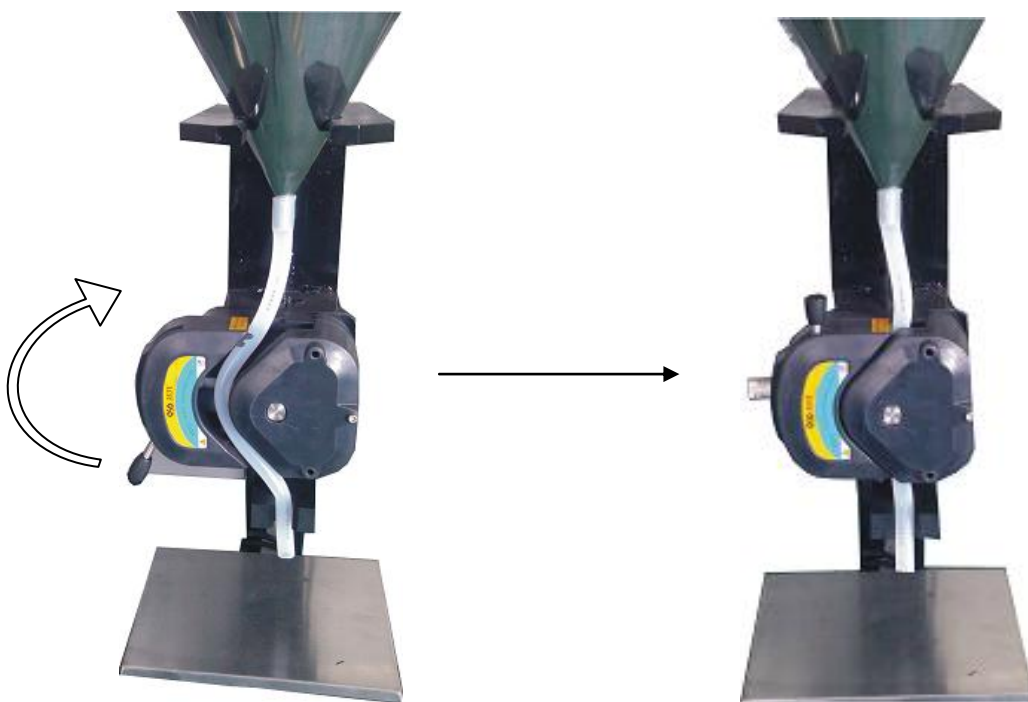

Рис. 2
- 4). Вставьте силиконовую трубку в перистальтическую помпу. Убедитесь что силиконовая трубка лежит в соответствующих направляющих внутри помпы. Переведите запирающий рычаг помпы в положение «в верх», таким образом вы закрыли помпу Рис.2